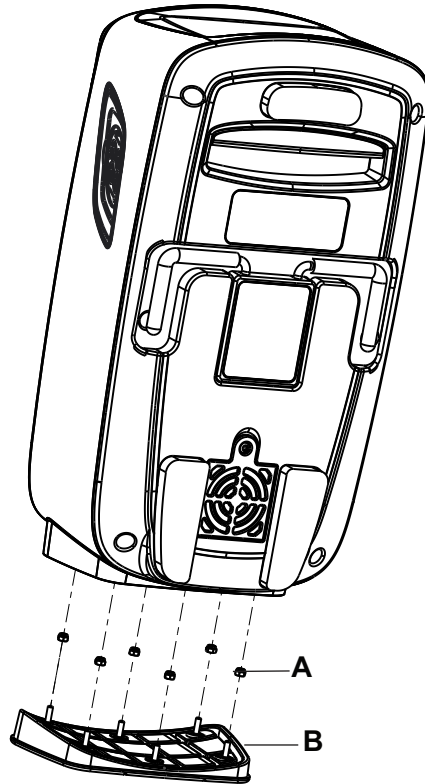

Figure 19 – Pied
2. À l'aide d'une clé à cliquet et d'une douille de 6 mm, retirer les six écrous (A) qui fixent le pied (B) au boîtier de pompe avant (Figure 19). Conserver les écrous.